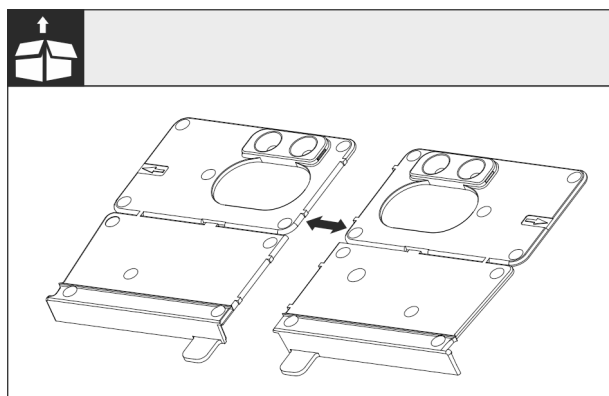

Fig. 27
- ▶ Separați suportul montaj la bază Fig. 27 () de perforație.